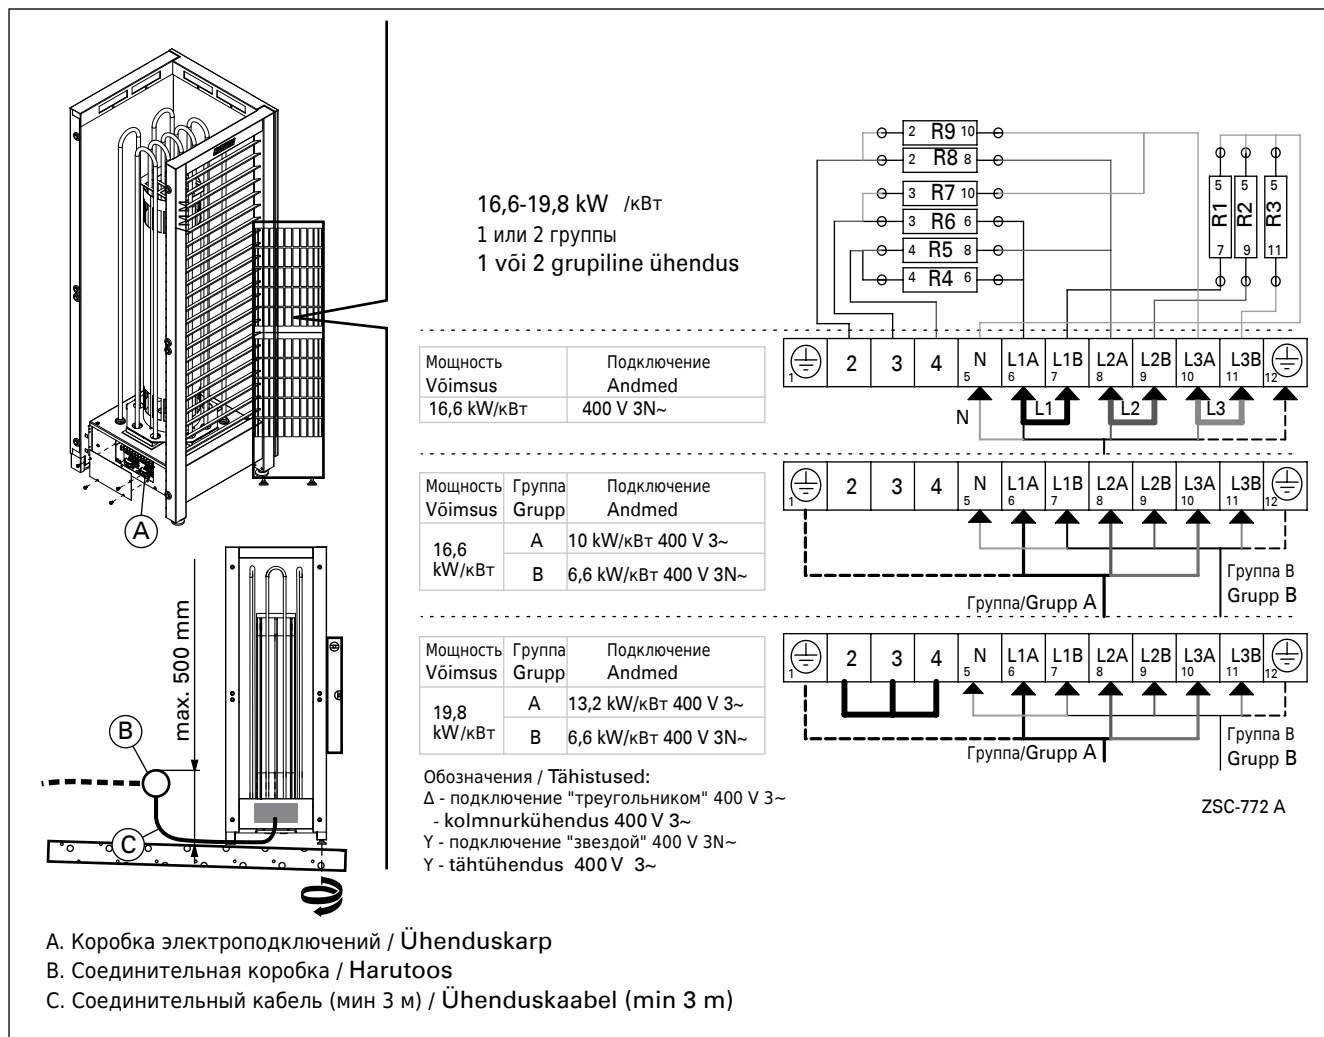

Рисунок 6. Электромонтаж
- Каменка гибким проводом подсоединяется к соединительной коробке (рис. 6) на стене сауны. Соединительная коробка должна быть брызгозащищенной и находиться на расстоянии не более 500 мм от пола.
- В качестве кабеля (рис. 6) следует использовать резиновый кабель типа H07RN-F или подобный.
См. рис. 6.